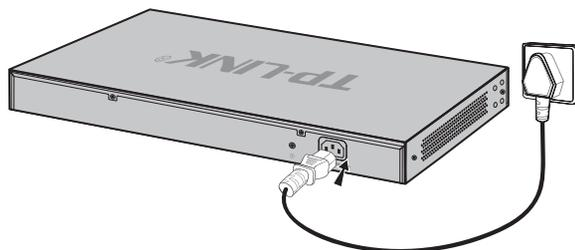

图3-3 SFP端口连接示意图
- 交换机原装电源线连接交换机与电源插座, 如图3-3所示。